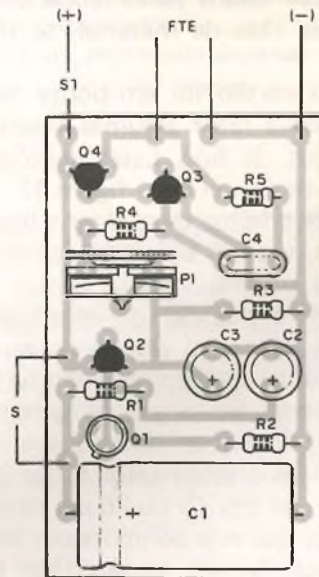
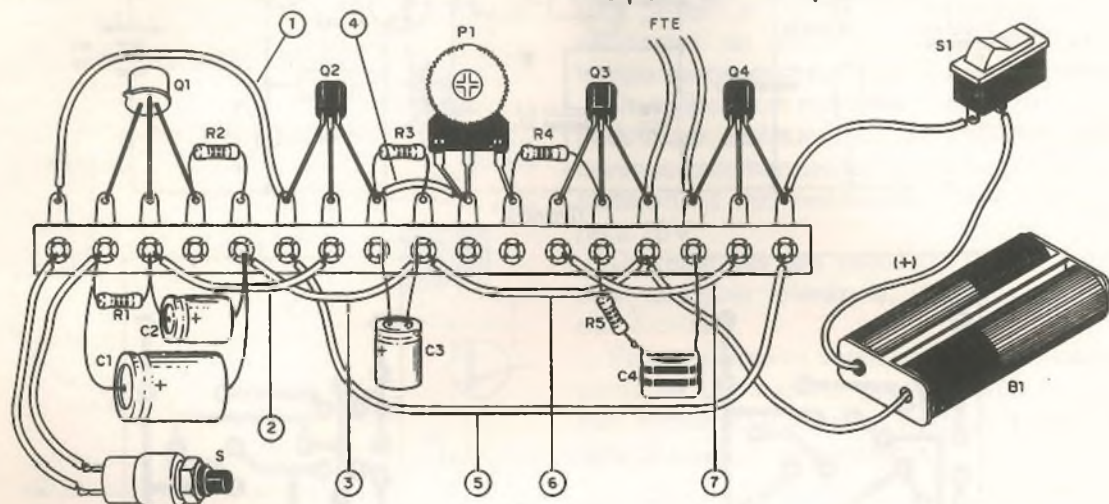

figura 11
figura 12
Na figura 11 temos a placa de circuito impresso da segunda versão e na figura 12 a montagem em ponte de terminais da segunda versão.
g) Se sua versão for em ponte de terminais você deve fazer algumas interligações com pedaços de fios. Estas ligações estão numeradas de (1) a (7) na figura 12.